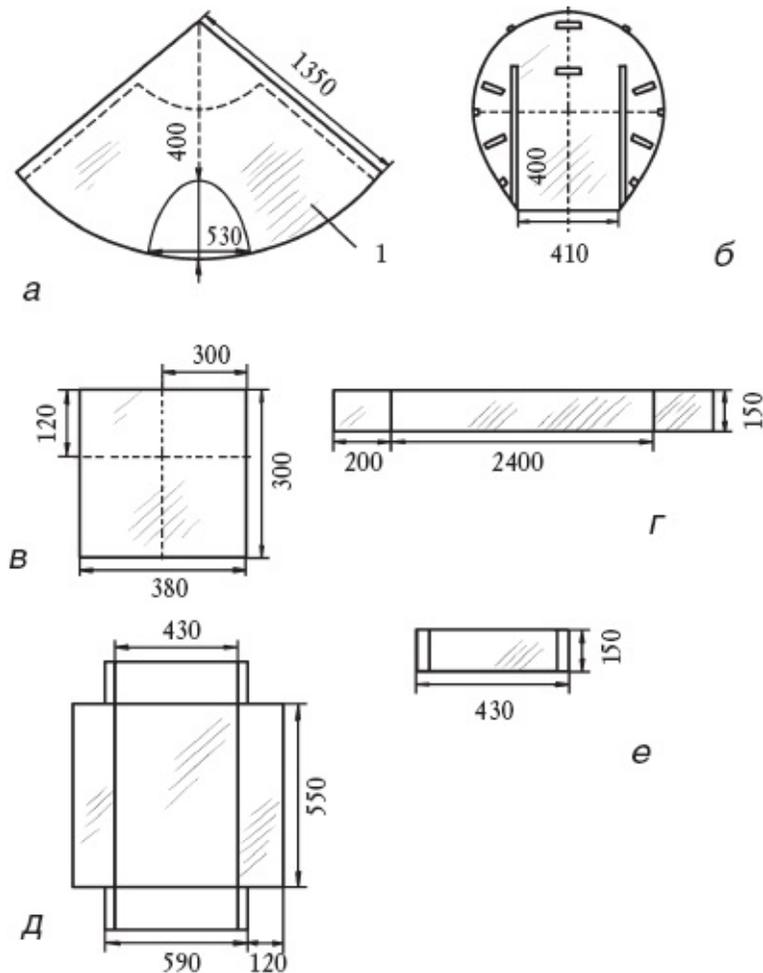

Рис. 61. Шаблоны для основных деталей камина (размеры указаны в миллиметрах):
1. В соответствии с размерами, указанными на рис. 61, раскроите